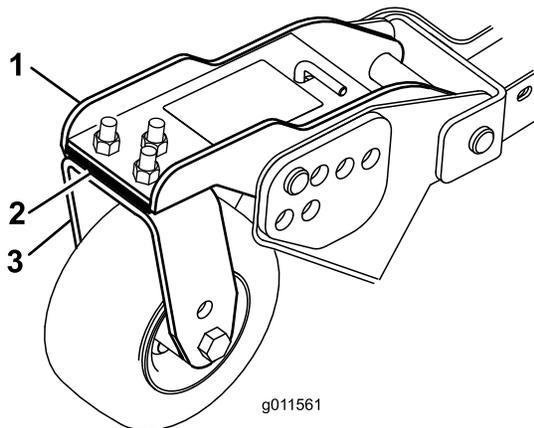

Figura 124
1. Retire los tornillos y las tuercas que fijan el brazo de la rueda giratoria a la horquilla de la rueda (Figura 124).